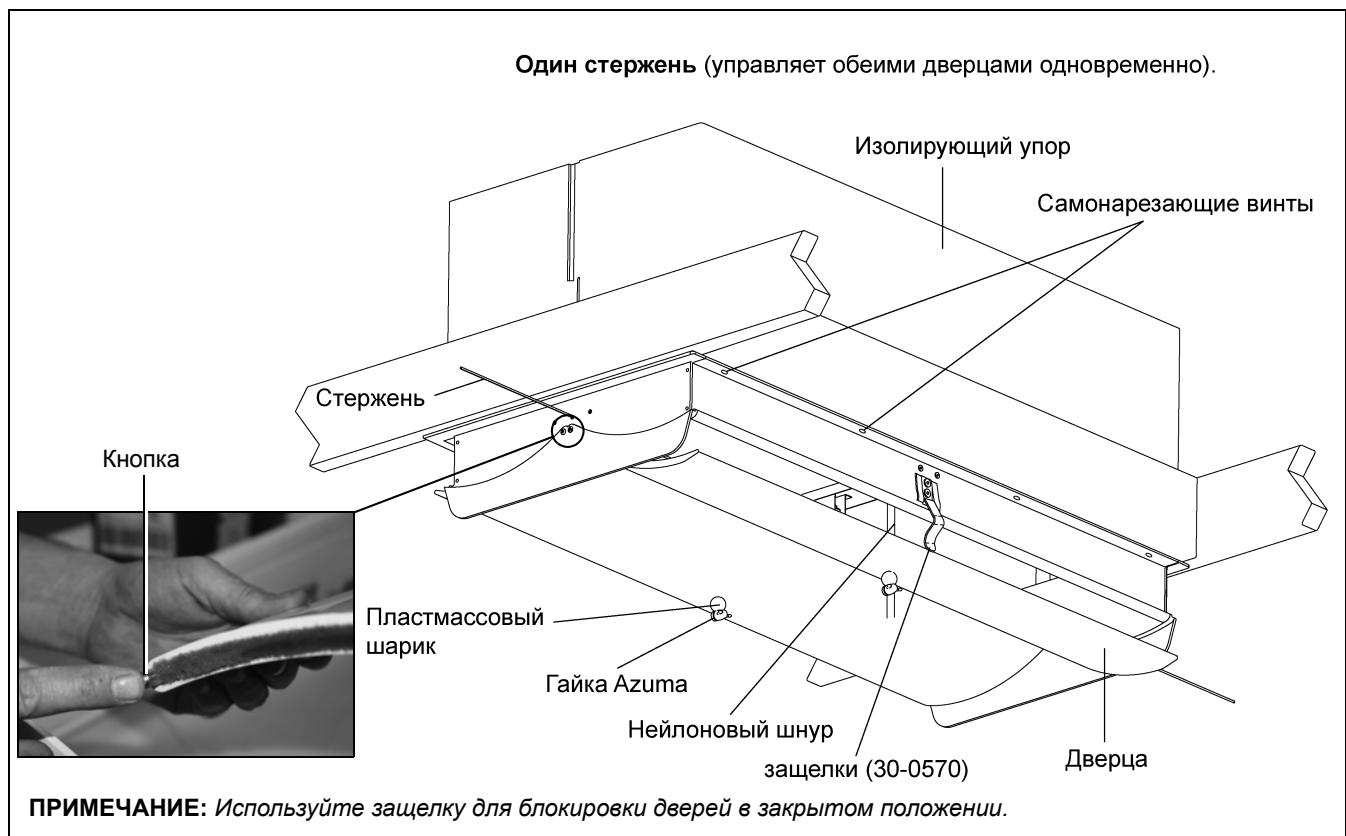
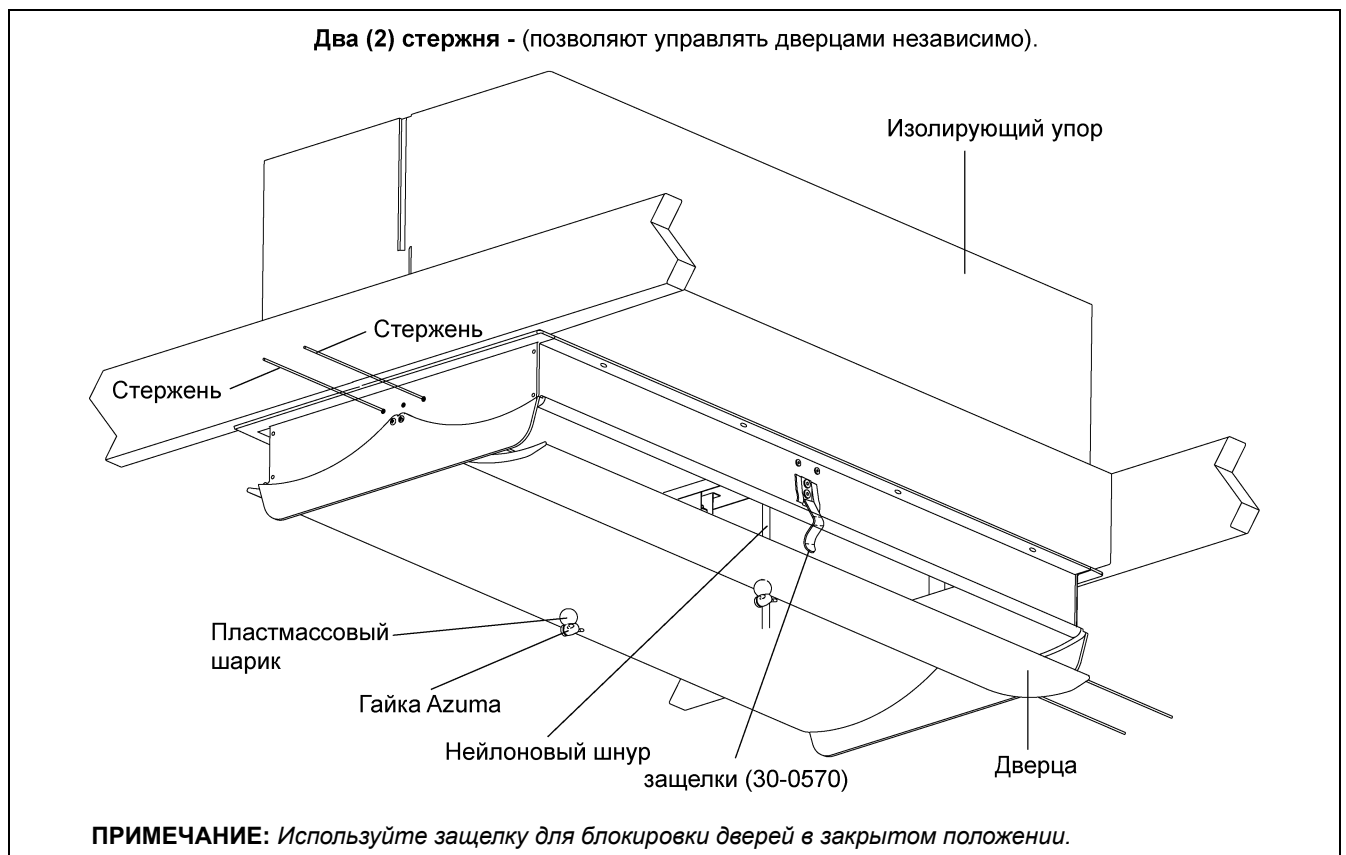

Рисунок 3 Один управляющий стержень
Рисунок 4 Два (2) управляющих стержня
3. Прикрепите ввод к проему в дерево раме четырьмя (4) самонарезающими винтами, вворачивая их на равном расстоянии с каждой стороны. Прикрепите дверцы к раме, нажав кнопки на дверцах и вставив дверцы до щелчка в отверстие рамы, как показано на рис. 3 на стр. 2. **ПРИМЕЧАНИЕ.** Не прикрепляйте ввод к выводу рамы концевыми фланцами.
4. Пропустите стержень размером 1/8" из нержавеющей стали через ввод. Для одновременного управления дверцами используйте один стержень, как показано на рис. 3 на стр. 2. С помощью двух (2) стержней можно управлять дверцами независимо, как показано на рис. 4 на стр. 2.
6. Пропустите нейлоновый шнур через шкив и затем вниз через дверцу. Закройте дверцу и наденьте пластмассовый шарик на шнур, затем зафиксируйте с помощью гайки Azuta. (См. рис. 4 на стр. 2.)
7. Обрежьте излишек шнура, оставив 3"-4" ниже гайки Azuta для регулировки. (См. рис. 3 на стр. 2 и рис. 4 на стр. 2.)